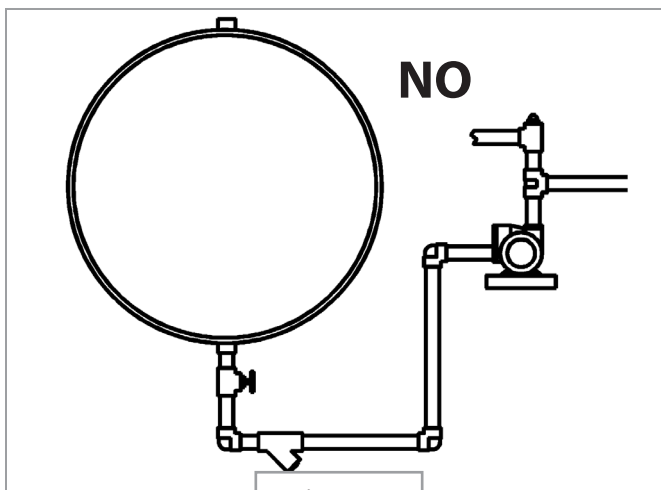

Figura 5
2. La bomba debe estar siempre a un nivel inferior al nivel de líquido más bajo del depósito. Instale la bomba de manera que se eliminen los puntos bajos o las curvas en la tubería. **Figura 5**
11. Evite los cuellos de ganso de tubería ascendentes descendentes donde puedan acumularse vapores. **Figura 5.**